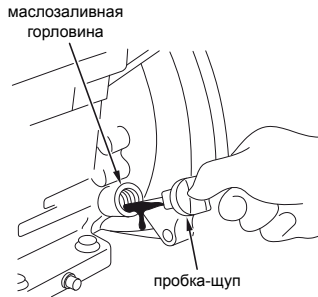

Рис. 4
- вывернуть пробку-щуп из маслосазливной горловины картера двигателя, протереть щуп чистой ветошью (см. рис. 4);